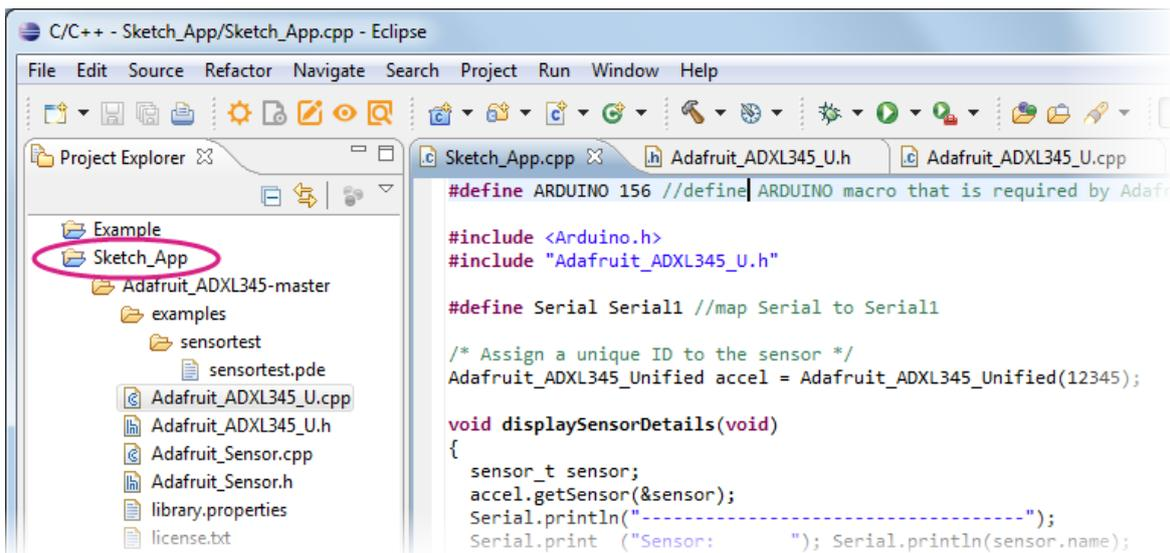

图 57 导入外部驱动程序
- a) 打开 **Windows explorer**，复制 Arduino 驱动库至 **Sketch_App** 文件夹 \workspace\Sketch_App. 然后在 **Project explorer** 里右键电击 **Sketch_App** 电击 **Refresh** 来更新项目，如图 57，图内范例导入一个 ADXL345 驱动程序。